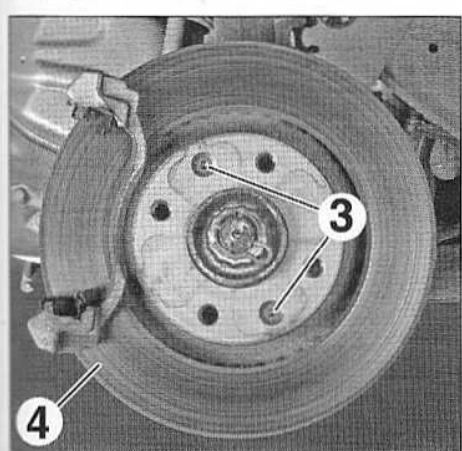

FIG.6
- les vis (3) (Fig.6),
- le disque de frein (4).